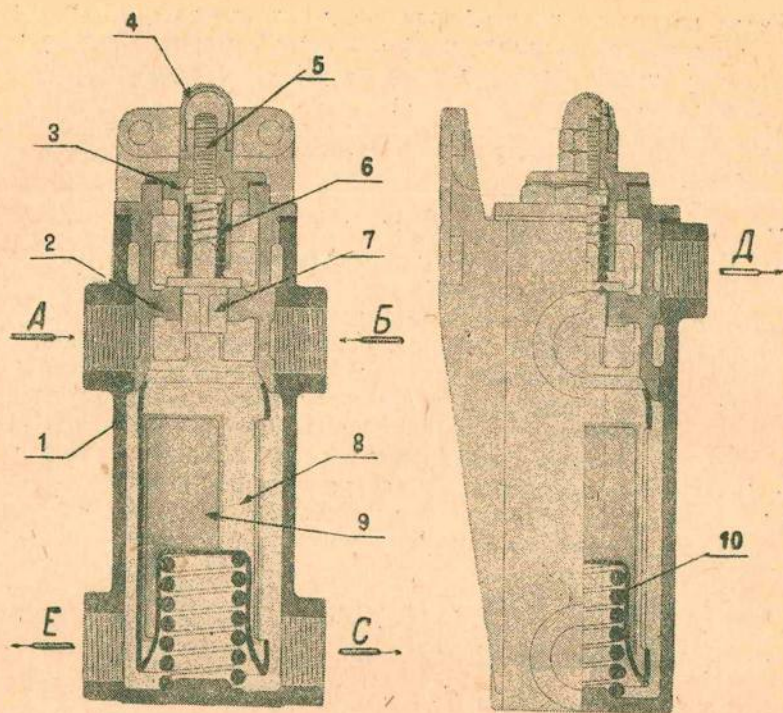

Рис. 17. Масляный фильтр.
**Масляный фильтр.** (Рис. 17). Масляный фильтр служит для очистки масла перед поступлением его в систему. Фильтр прикрепляется к передней стенке моторного отделения, слева, по ходу машины. Корпус фильтра (Г) изготовлен из алюминиевого сплава; он имеет шесть отверстий: в верхнее отверстие ввертывается корпус редукционного клапана фильтра (2); через отверстие (Д) вытекает масло, прошедшее через редукционный клапан и идущее обратно в бак, не заходя в систему; через отверстие (А) поступает масло из масляного радиатора; через отверстие (Б) поступает масло от редукционного клапана радиатора; через отверстие (С) выходит масло, идущее в систему, и в отверстие Е ввертывается трубка, идущая к манометру.